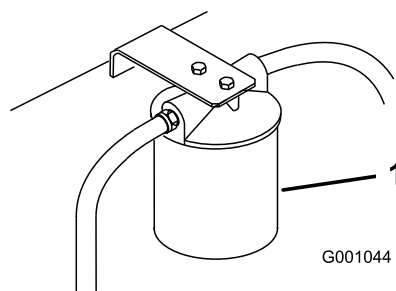

Figura 96
3. Coloque un recipiente bajo el filtro, retire el filtro usado y limpie con un paño la superficie de la junta del adaptador del filtro (Figura 96).